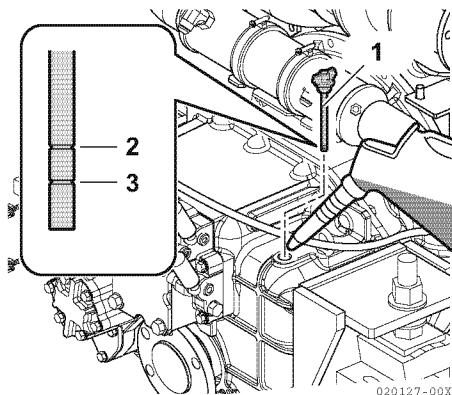

Figure 2
3. Retirez la jauge. Le niveau d'huile doit se situer entre les lignes supérieure (2, **Figure 2**) et inférieure (3, **Figure 2**) de la jauge.